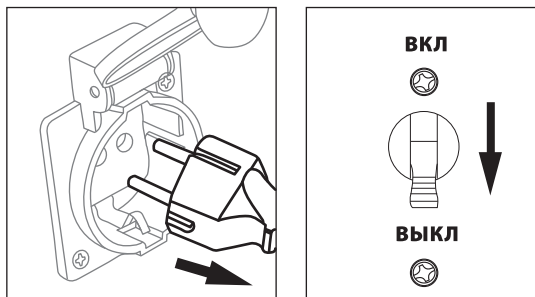

Рис. 7
6. Отсоедините все электрические нагрузки. Переведите основной прерыватель цепи переменного тока в положение «ВЫКЛ» (рис. 7).